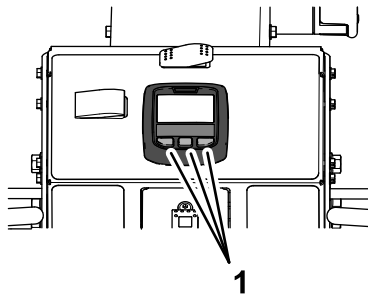

Bild 31
3. Drücken Sie eine beliebige Taste auf dem InfoCenter (Bild 31).